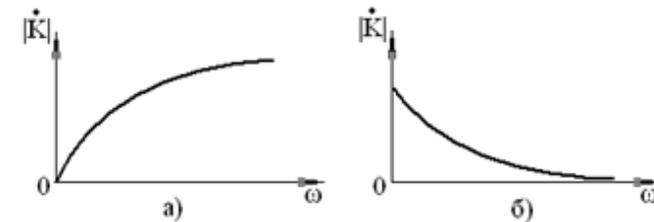

рис.7.4
- 12) поясните, на каких частотах и почему возможна неустойчивая работа осциллографа в режиме измерения фазы в схемах, АЧХ которых приведены на рис. 7.4;